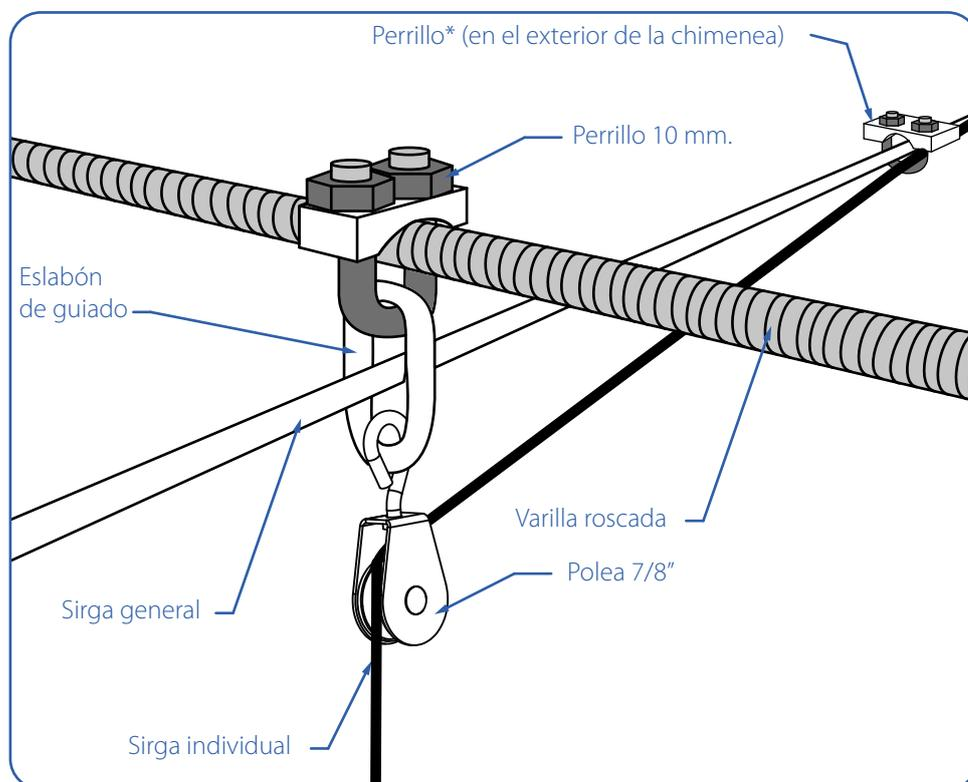

Fig. 63b. Detalle de la unión de las sirgas con perrillos o sujetacables.
* La medida de este perrillo viene determinada por el \varnothing de la sirga general más el \varnothing de la sirga individual, pudiendo ser de 4, 5 ó 6 mm. Este perrillo siempre se pone por fuera de la chimenea. (Fig. 63b)